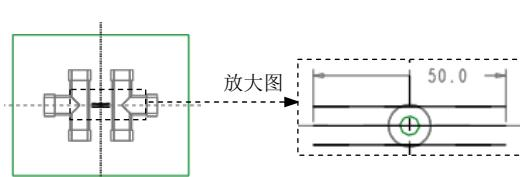

图 15.9 截面草图
Step5. 绘制截面草图。进入草绘环境后，绘制图 15.9 所示的截面草图(即一条中间线段)。完成特征截面的绘制后，单击“草绘”操控板中的“确定”按钮 \checkmark 。